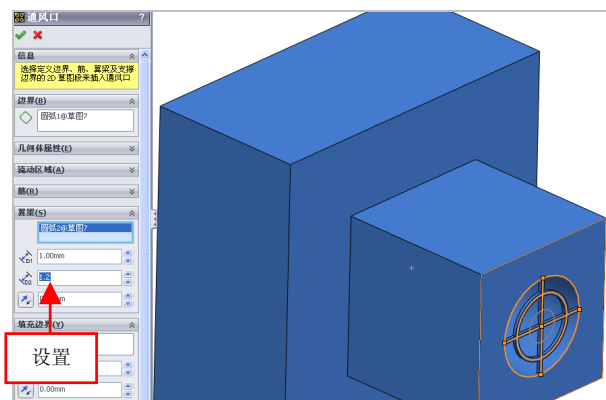

图 9-39 设置参数值
(5) 在【翼梁】文本框的空白处，单击鼠标左键，选择中间的大圆为翼梁参照，设置【输入翼梁的宽度】为 1.2，如图 9-39 所示。